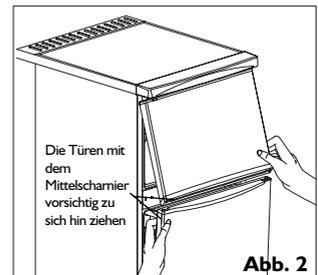

Abb. 2
2. Vorsichtig die Türen des Kühl- und Gefrierraums zusammen mit dem Mittelscharnier entfernen. Die Türen dabei von den Zapfen des oberen und unteren Scharniers ab- und vorsichtig zu sich hin ziehen (Abb. 2).